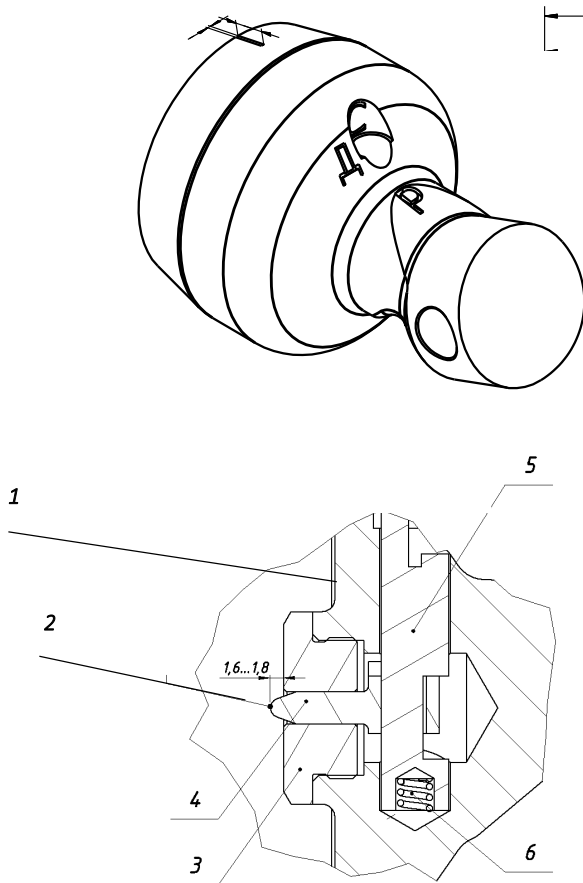

Рис. 1.3 Казенник в зборі А631J.M01.304139.002
**Казенник** (рис. 1.3) складається з корпусу 1 казенника в який встановлюється бойок 4, зв'язане з ним водило 5, підтиснене пружиною 6 до бойку 4, і плити 3. Повертання водила, як запобіжний механізм забезпечує зміну положень бойка: «стрільба» – літера «С» (при веденні вогню), «демонтаж» – літера «Д» (при чищенні казенника, необхідності демонтажу водила і пружини), «розряджання» – літера «Р» (при розряджанні міномета для запобігання наколюванню капсуля основного заряду (бойок в утопленому положенні). Казенник служить для щільного закривання каналу ствола і для з'єднання труби з опорною плитою та розміщення бойка і підпружиненого водила.